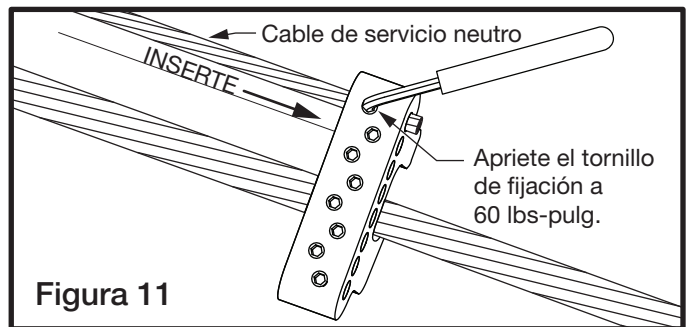

Figura 11
13) Instale el cable de servicio neutro en uno de los puertos para cable (vea la Figura 11).
14) Una vez instalado, apriete el tornillo de fijación en la parte posterior del conector a 60 lbs-pulg. (vea la Figura 11).